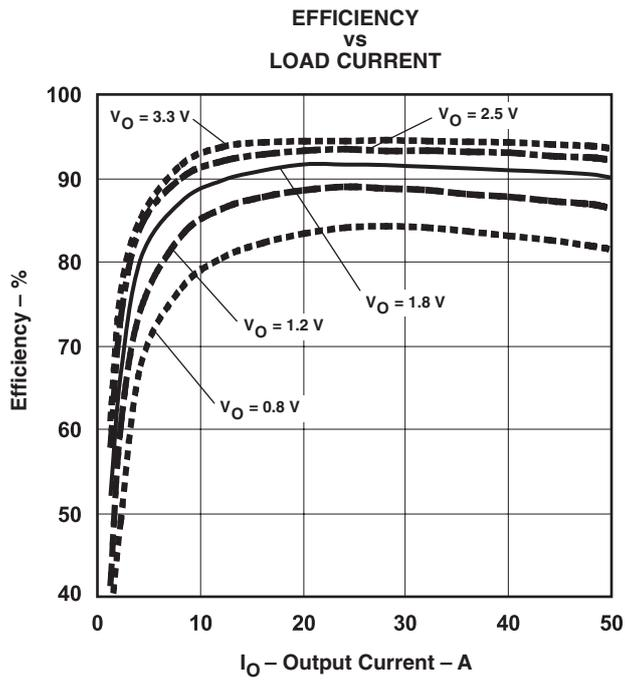
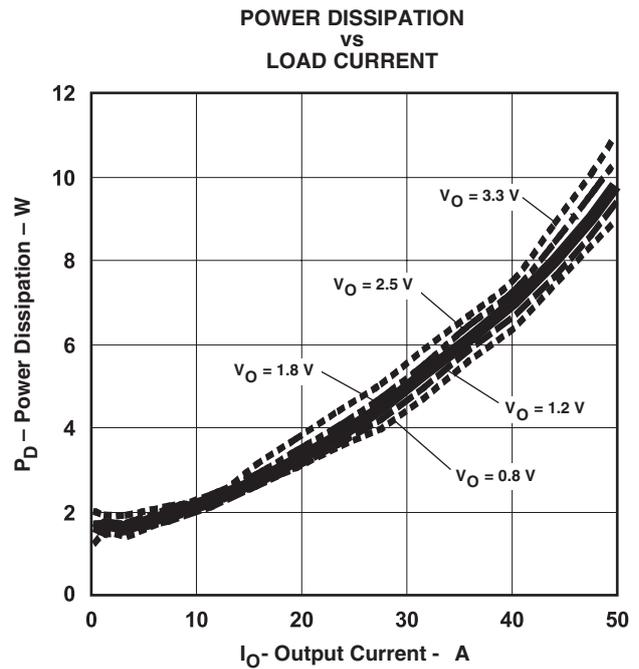

図 1
図 2
- (1) この電気的特性データは、実際の製品を25°Cでテストして得られたものです。このデータは、コンバータの代表的なデータと考えられます。図1および図2に対して適用されます。